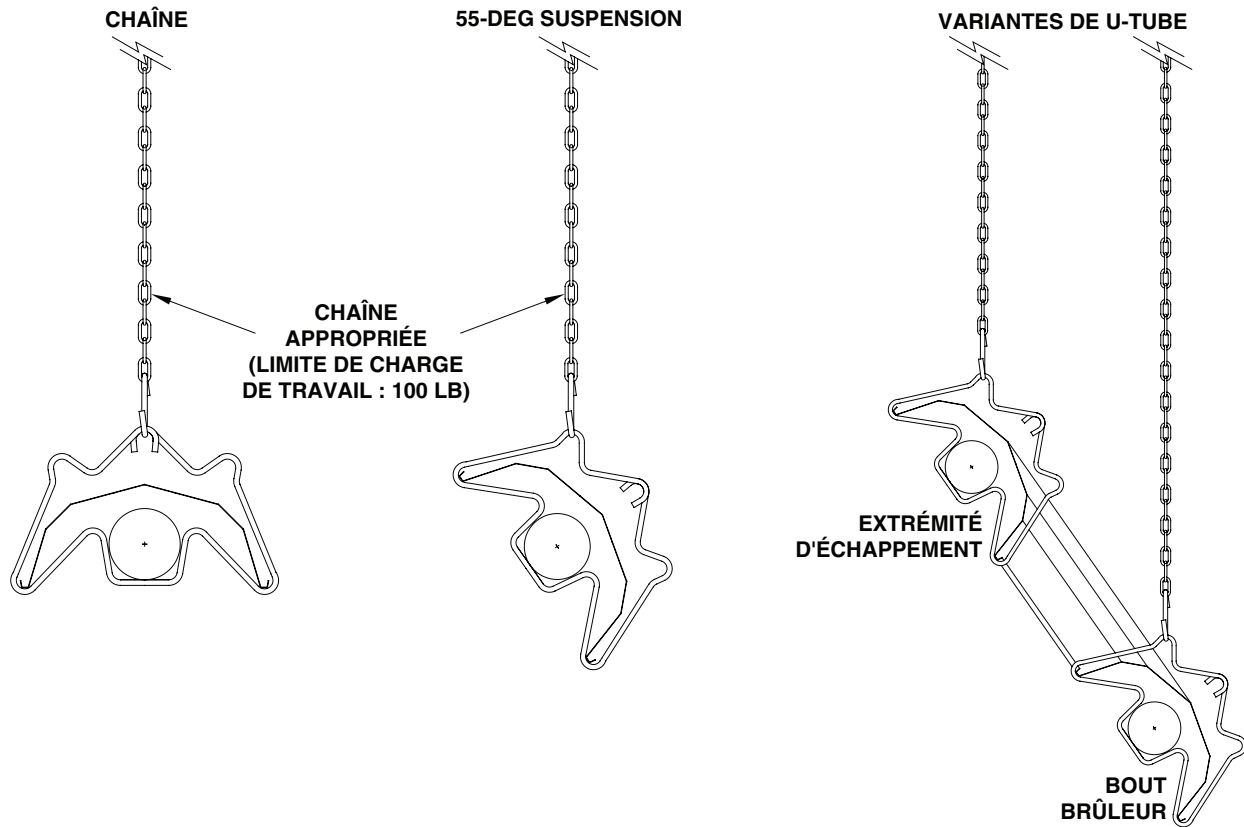

Figure 18. Configurations des ferrures de suspension
4. Connectez le crochet en S à chaque support de suspension sur l'assemblage du tube réflecteur/émetteur et suspendez à l'aide du tendeur et/ou de la chaîne et du crochet en S, en vous assurant que le tendeur et/ou la chaîne sont d'aplomb. Les configurations des supports de suspension sont illustrées à la Figure 18.